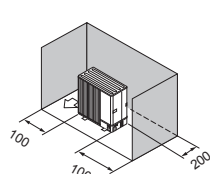

Fig. 2-9
③ Obstacole numai în spate și pe laterale (Fig. 2-9)